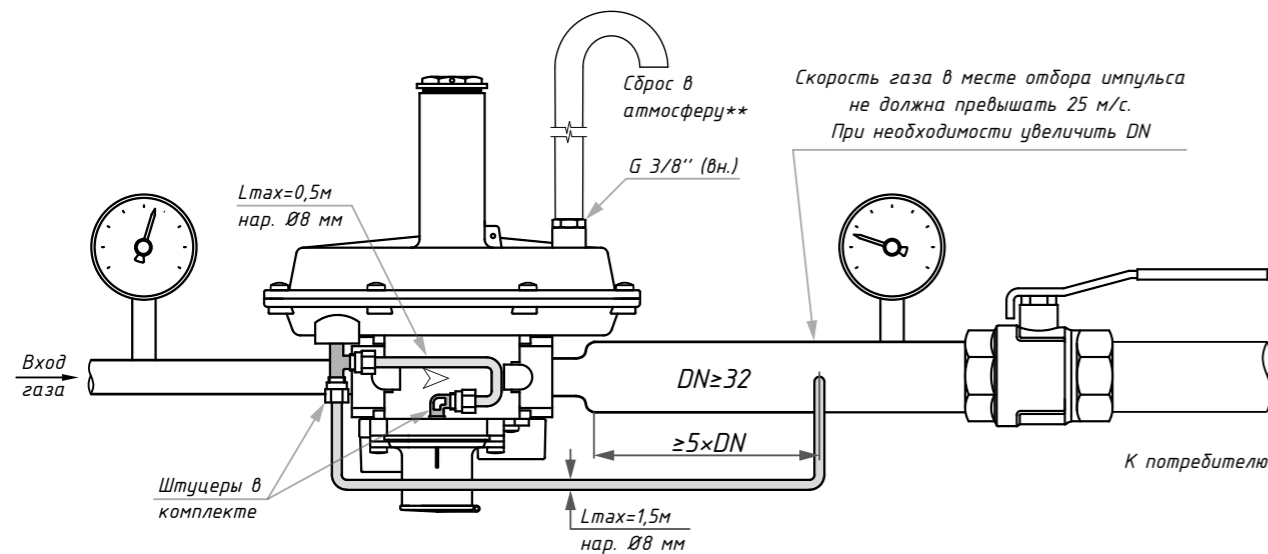

Рис. 7
- Не используйте шейку воронки (18) в качестве рычага для навинчивания регулятора на трубу. Пользуйтесь соответствующим инструментом;
- Стрелка, указанная на корпусе (5) прибора, должна соответствовать направлению газа;
(13) для удобства выполнения настройки параметров работы регулятора;
- Версия «МИНИ» не имеет встроенного внутреннего импульса, поэтому необходимо подключить внешнюю импульсную линию в регулятор с разъемом G 1/4" (см. Схему монтажа рис. 7);
- Вывести трубу сброса от сбросного клапана (как показано в п. 7.4) в атмосферу согласно действующим нормам правилам, сняв пылезащитный колпачок (17);
В любом случае, необходимо принять все меры предосторожности и не допустить, чтобы регулятор являлся источником зон 0: например, периодическая ежегодная проверка работы регулятора, возможность изменения степени выброса источника или путем направления его наружу. Для этого достаточно снять пылезащитный колпачок с воронки ПЗК, подсоединить трубку к разьему G 1/8" и вывести наружу (см. Схему монтажа рис. 7).